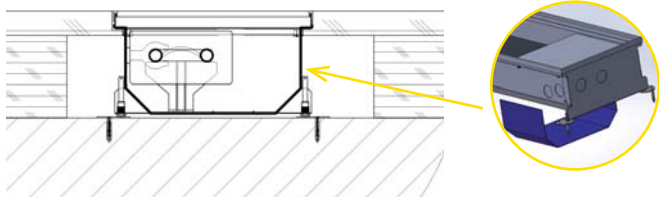

Рис. 5: Пустотелый пол – ребра жесткости для внутрипольного конвектора без вентилятора
- При установке в пустотелый пол необходимо с внешней стороны корпуса конвектора установить ребра жесткости в пустотелом полу – Ребра жесткости предназначены для обеспечения стабильности (Рис. 5).